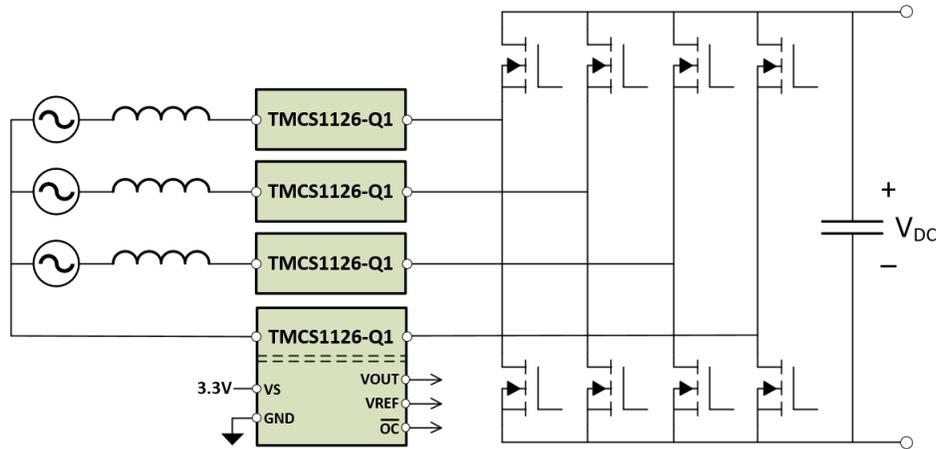

図 9-2. AC/DC コンバータの 電流検出
多くのアプリケーションでは、DC 回路で使用するために、AC 電源から電力を変換する必要があります。通常、電力伝送効率を向上させるために、いくつかの種類 of 制御された力率補正 (PFC) 段が必要です。最新の PFC 段では、全体のサイズを縮小し、電力伝送効率を向上させるために、より高速で高速なパワースイッチが使用されています。多くの場合、AC/DC コンバータの PFC 段は AC 電源グリッドに直接接続されます。PFC 段で検出する場合の主要な課題は、電流センサが高電圧 (HV) 電力グリッドから生じる大きな電圧スパイクに加えて、電荷伝送中に高速パワースイッチから生じる大きな過渡にさらされることです。TMCS1126-Q1 構造内に固有の絶縁機能があるので、HV 電流センシングノードと低電圧制御回路との間に高いレベルの絶縁を実現し、高い同相過渡耐性 (CMTI) を達成することで、これらの課題を克服できます。図 9-2 に、一般的な AC/DC コンバータ段での TMCS1126-Q1 測定位相電流の使用方法を示します。